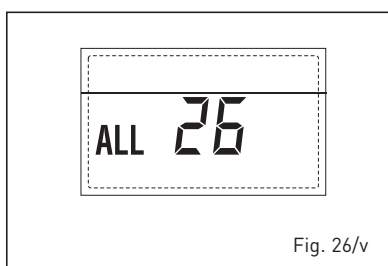

Fig. 26/v
– **ANOMALIA COERENZA APPLICAZIONE SOLARE "ALL 27" (fig. 26/w)**